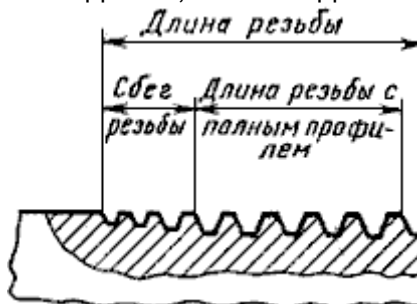

Рис. 3.8-1
4. Выяснить «длину резьбы с полным профилем» (см. рис. 3.8-1). Не учитывать величину сбег резьбы, а также фаски на концах резьбы. По возможности, нужно измерить всю резьбу по её длине, если её длина не превышает 500 мм.